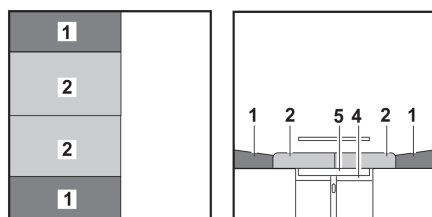

Fig. 67 Après la transformation
- Tirer les coussins d'assise (Fig. 67,2) vers le centre.
- Placer les coussins de dossier (Fig. 67,1) entre les coussins d'assise et la cloison.